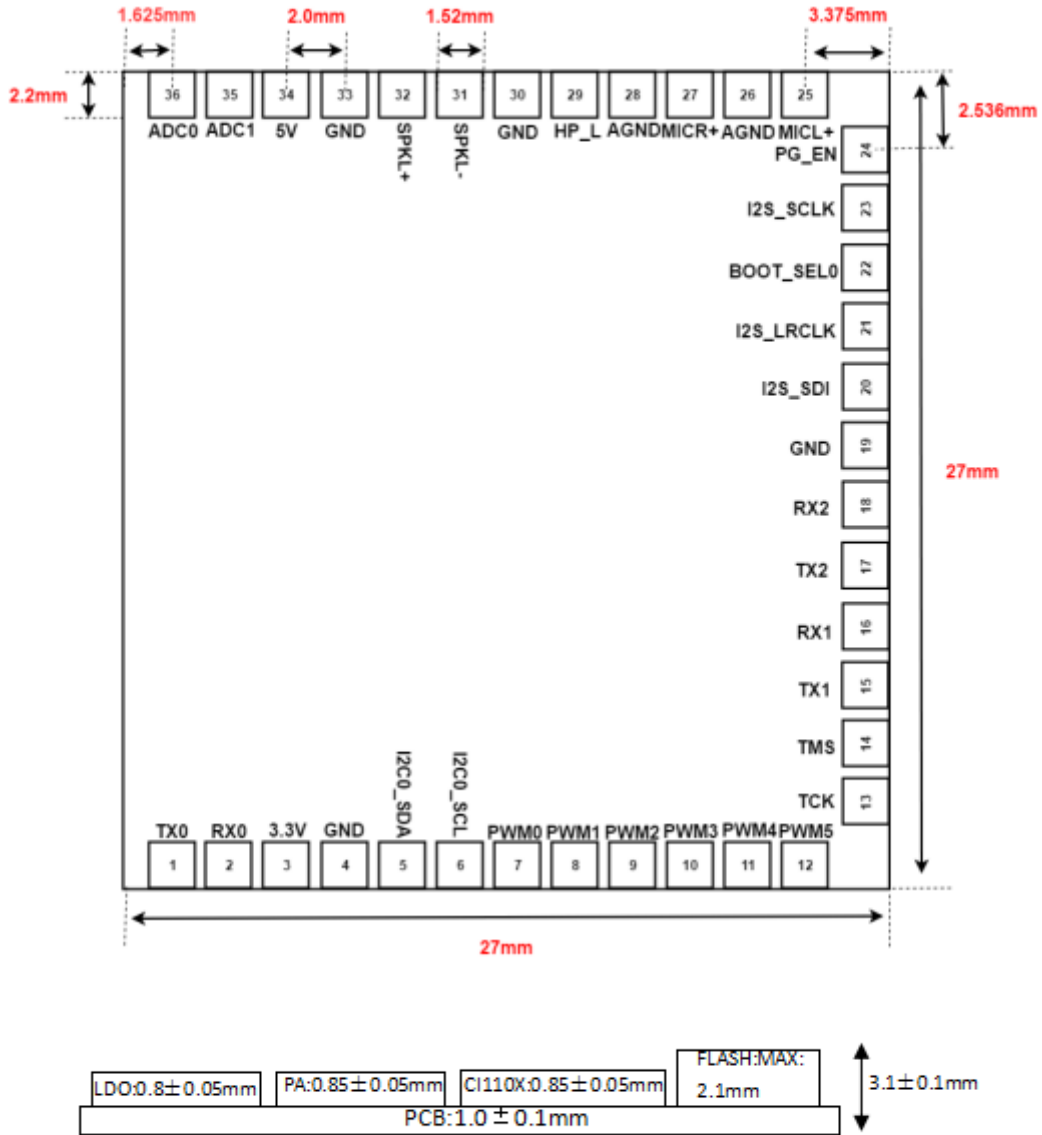
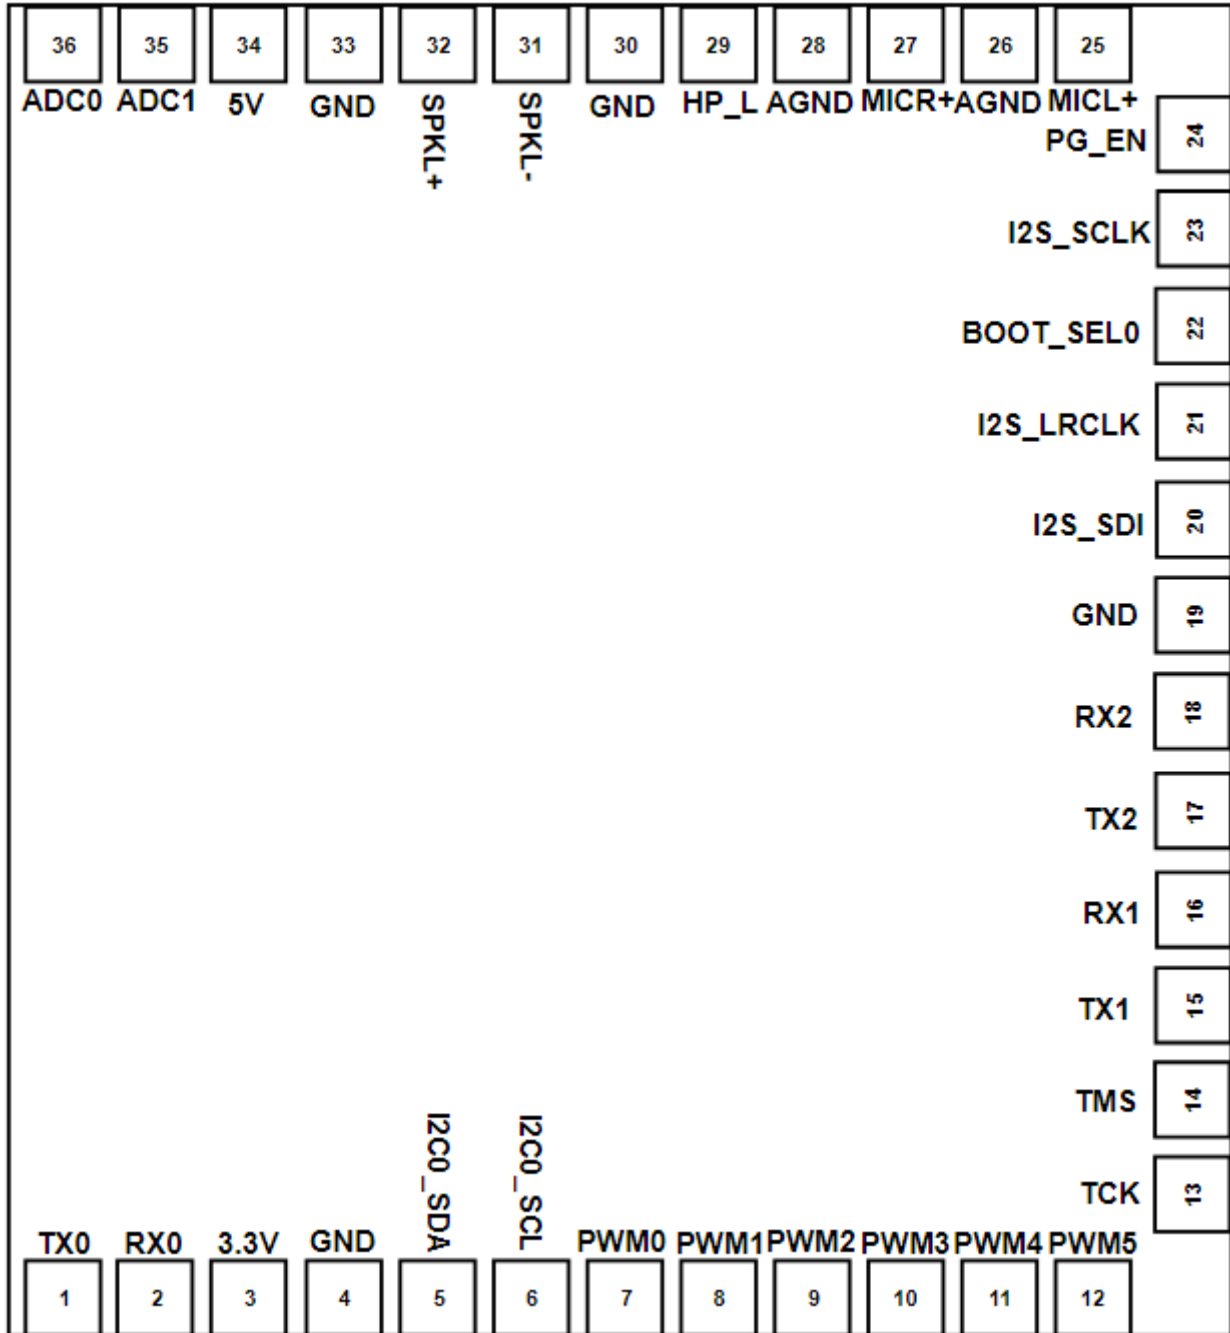

图5 模块尺寸图
图6 模块引脚图
如图5所示，模块形状为正方形，尺寸为27mm\* 27mm ，PCB板厚为1.0±0.1mm ，模块高度为3.1±0.1mm ，用户可根据此尺寸设计结构。
3. UART0接口可用于模块固件升级，底板上请设计对应的插针方便后续升级；UART1接口与主控MCU通讯，PWM信号主要应用于灯控和红外控制信号的收发，引脚顺序请参考图5和图6。本模块的所有UART接口均可配置为GPIO口。模块全部对外引脚的功能描述如表1所示：